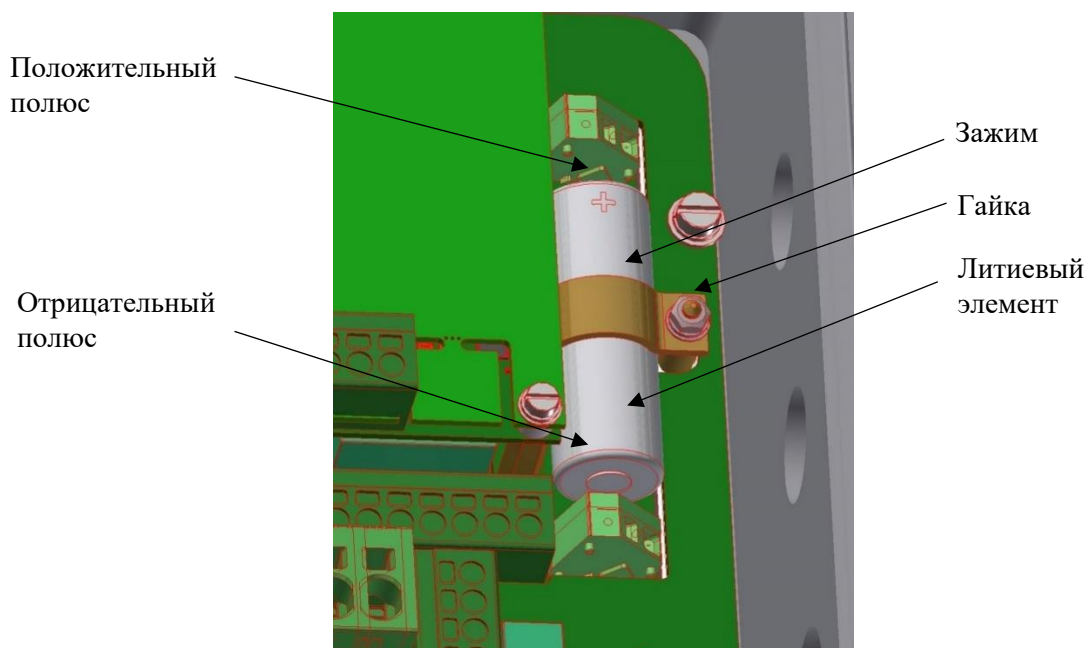

Рисунок 38 – Замена литиевого элемента
- открутить гайку, которая удерживает зажим (рисунок 38);